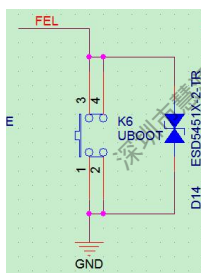

图 2-52 UBOOT 按键
- PD 口对应的 RGB 数据接口、LVDS 接口、DSI 接口请按照标案默认设计，不能修改。如图 2-52 所示：